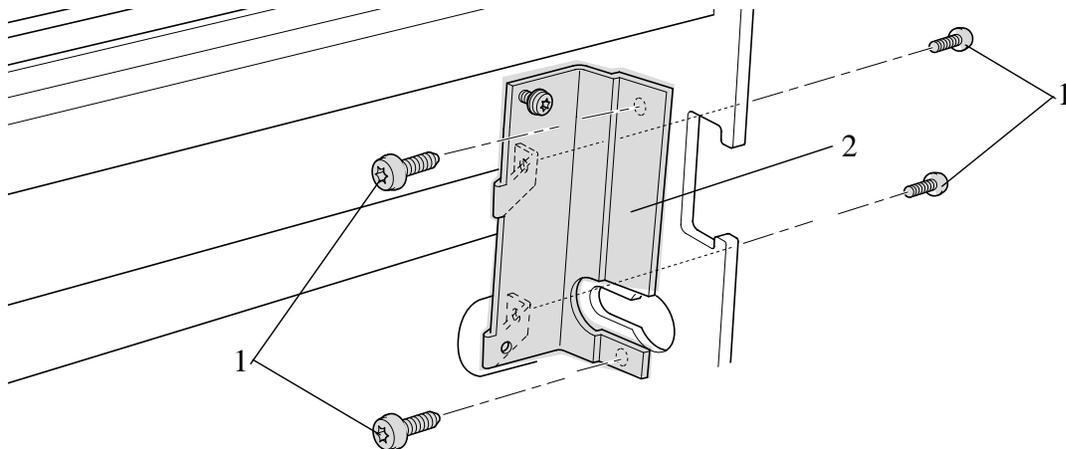

Figura 74: “Electronics Module Mount” del lado Derecho
5. Quite los cuatro tornillos T-15 (ítem 1) que sujetan el “electronics module mount” del lado derecho (ítem 2) al lado derecho del “chassis” (consulte la Figura 74).